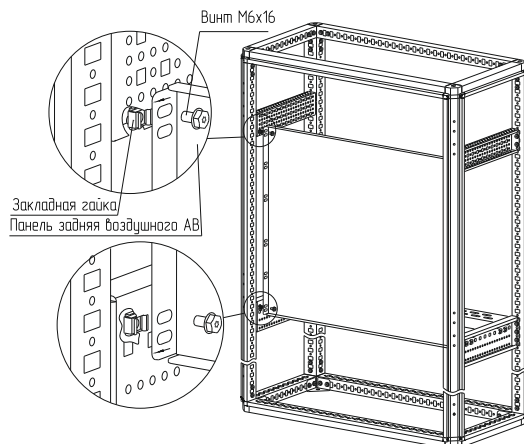

Рисунок 41
– вариант 2. Набором «закладная гайка М6 – винт М6х16 – шайба 6.4». Для этого предварительно установите закладные гайки в квадратные отверстия реек монтажных и закрепите панель заднюю воздушного АВ винтами М6х16 и шайбой (рисунок 41). Момент затяжки – 7 Н·м. Набор крепежа приобретается отдельно.